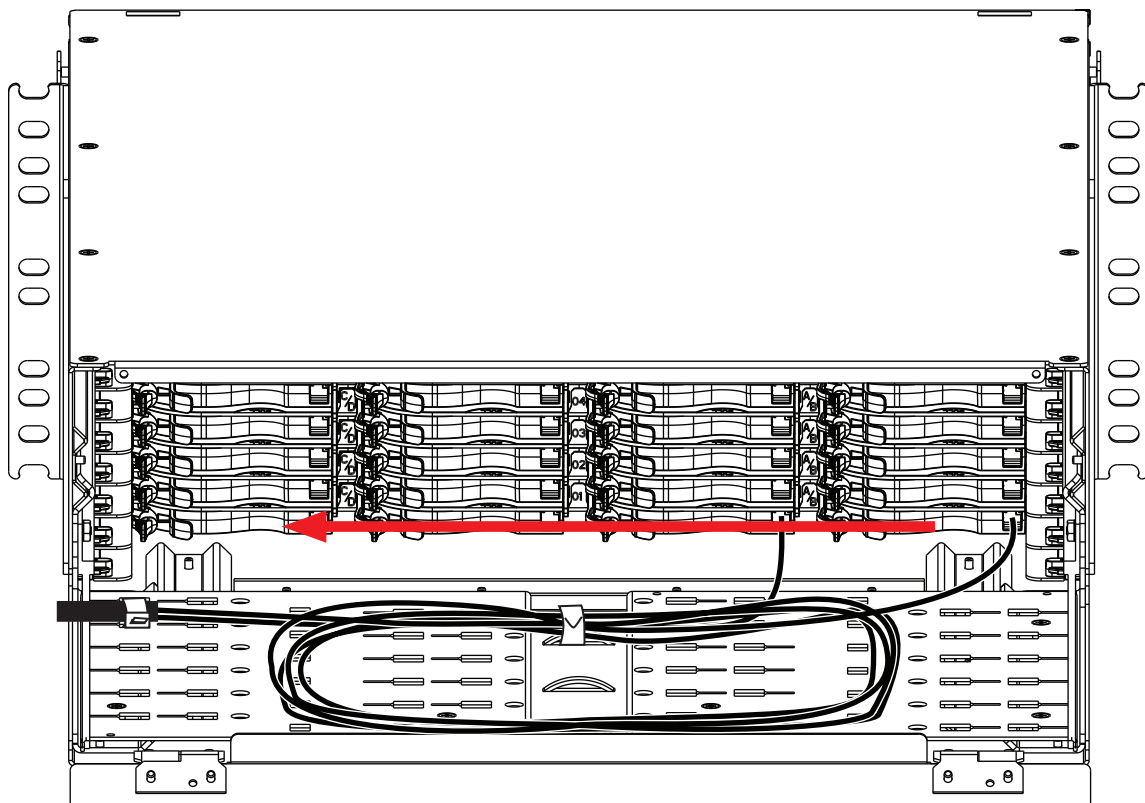

Abb.20 / Fig.20
5.1 Einbau biegsamer Kabel (mit kleinem Biegeradius) und Kabelbäume. Dieser Kabeltyp kann direkt im Gehäuse zugentlastet werden (Abbildung 20).
5.1.1 Von der Gehäuserückseite (Abbildung 20) gesehen rechts unten beginnend Kassetten erst in der ersten Reihe, dann in der zweiten Reihe usw., immer von rechts her beginnend, einsetzen, bis das Gehäuse voll ist.
5.1 Flexible cables (with small bending radius) and harness installation. This type of cables can be strain relieved directly in the housing (Fig. 20)
5.1.1 Starting at the lower right corner of the housing as viewed from the rear (Figure 20), install cassettes across the first row, then move to the next row, beginning again at the right corner until housing is filled.